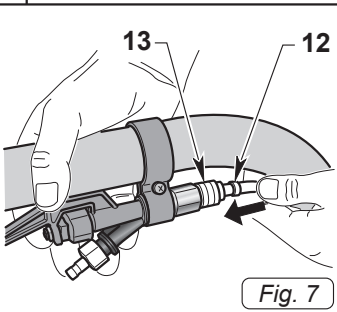

Fig. 7
- Collegare il tubo (12 Fig. 7) proveniente dall'ugello al raccordo rapido (13 Fig.7) della leva di erogazione; per sganciarlo spingere il raccordo rapido (13 Fig.7) verso la leva.